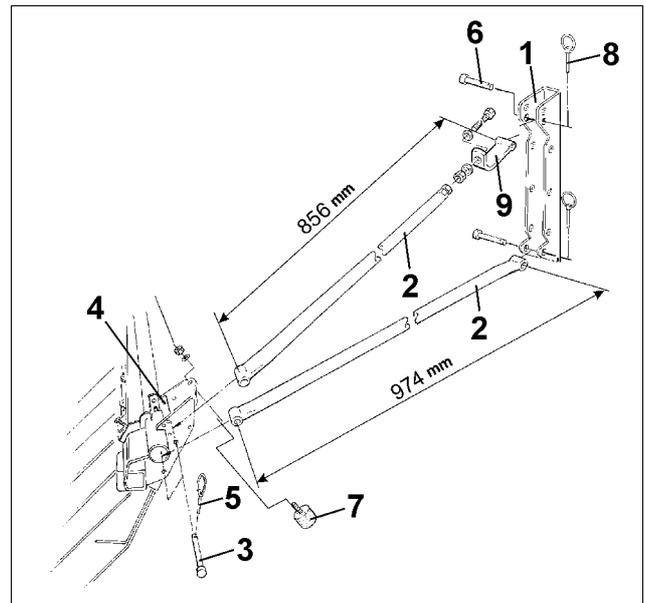

Fig. 24
- Schwingmetallpuffer (Fig. 24/7) anschrauben.
- Halterohre (Fig. 24/2) mit Bolzen (Fig. 24/3) an den Halterungen (Fig. 24/4) des Exaktstriegels abstecken und mit Klapsteckern (Fig. 24/5) sichern.
- Halterohre (Fig. 24/2) mit Bolzen (Fig. 24/6) an den Taschen (Fig. 24/1) abstecken und mit Klapsteckern (Fig. 24/8) sichern.